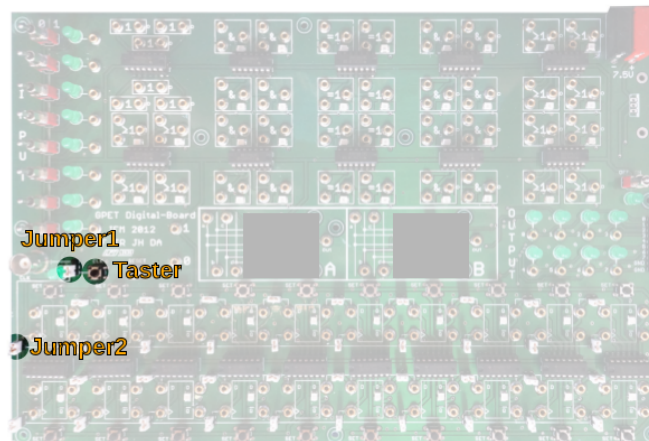

Abbildung 4.2: Abgreifen einer entprellten Flanke
Sie können mit Hilfe des Taster *CLK* aus Bereich (C) eine entprellte Flanke erzeugen. Verwenden Sie auf jeden Fall nur diesen Taster, da die anderen Schalter nicht entprellt sind und die Messung dadurch verfälscht werden könnte. Die benachbarte LED zeigt den aktuellen Pegel an. Sie benötigen zusätzlich zwei Jumper; mit dem Einen verbinden Sie den *CLK*-Taster mit der *CLK*-Leitung, mit dem Zweiten verbinden Sie in Bereich (F) eine der Buchsen mit der *CLK*-Leitung. Anschließend können Sie an dieser Buchse die Flanke abgreifen. Führen Sie dieses Signal sowohl auf einen Eingang des zu vermessenden Gatters, als auch auf einen *Output* in Bereich (G), sodass Sie am Oszilloskop auf die Flanke triggern können. Abbildung 4.2 verdeutlicht die benötigten Schritte nochmals. Beschalten Sie den zweiten Eingang des zu vermessenden Gatter so, dass die erzeugte Flanke zu einem Zustandswechsel führt.